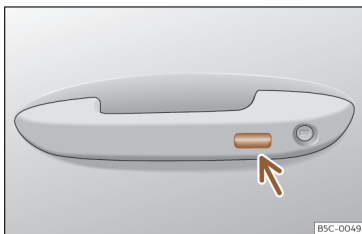

Fig. 90 Manípulo da porta: superfície sensora.
- **OU:** através do sistema Keyless Access (apenas fecho): Mantenha um dedo durante alguns segundos sobre a superfície sensora de bloqueio >>> **Fig. 90** (seta) do manípulo da porta para fechar as janelas e o teto. Se deixar de tocar na superfície sensora, a função de fecho é interrompida.
Mantenha um dedo durante alguns segundos sobre a superfície sensora de bloqueio >>> **Fig. 90** (seta) do manípulo da porta para fechar o teto. Se deixar de tocar na superfície sensora, a função de fecho é interrompida.